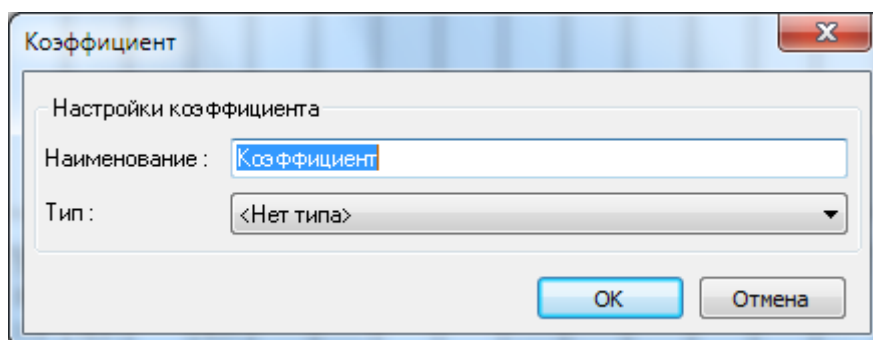

Рис. 4.105 Диалоговое окно Коэффициент
4. В открывшемся диалоговом окне Коэффициент (рис. 4.105) задать тип и наименование коэффициента.